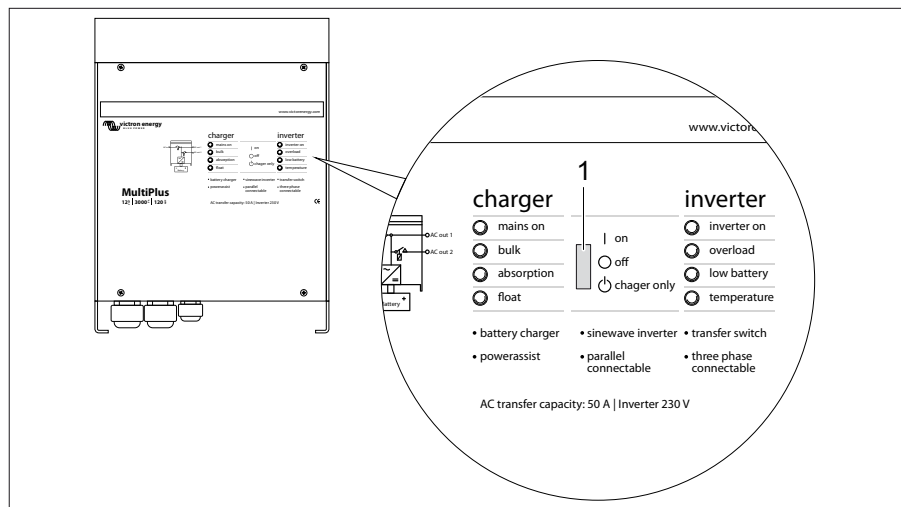

Fig. 238 Invertitore MultiPlus
Per il corretto funzionamento del pannello Digital Multi Control, l'interruttore a levetta dell'invertitore MultiPlus (Fig. 238,1) deve trovarsi in posizione "on".
*Posizioni dell'interruttore a levetta (Fig. 238,1)*
- ▷ Se il veicolo non viene utilizzato per un lungo periodo in assenza del collegamento a 230 V, l'interruttore a levetta (Fig. 238,1) deve trovarsi in posizione "off". In caso contrario le batterie possono scaricarsi dopo 3-4 giorni.